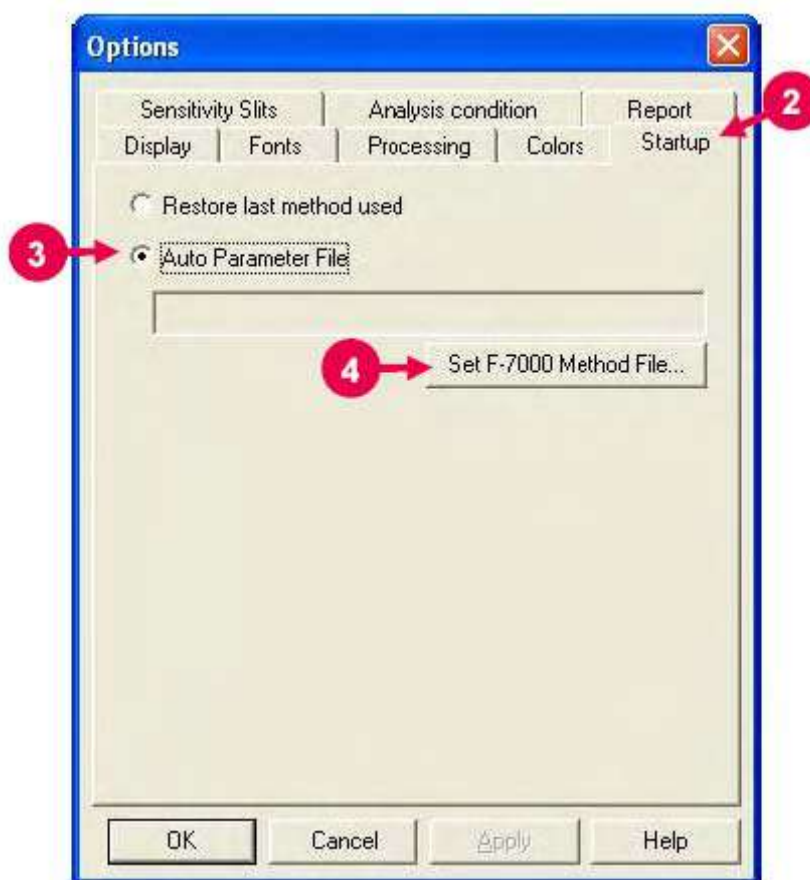

Рис. 8-2 Вкладка «Старт»
- (2) Выберите вкладку «Старт» (Startup) (Смотрите (2) на рис. 8-2). Появится окно вкладки, как показано на рис. 8-2
- (3) Выберите «Файл с автоматическими параметрами» (Auto Parameter File) (смотрите (3) на рис. 8-2) и нажмите кнопку «Установите метод F-7000» (Set F-7000 Method File). (Смотрите (4) на рис. 8-2).